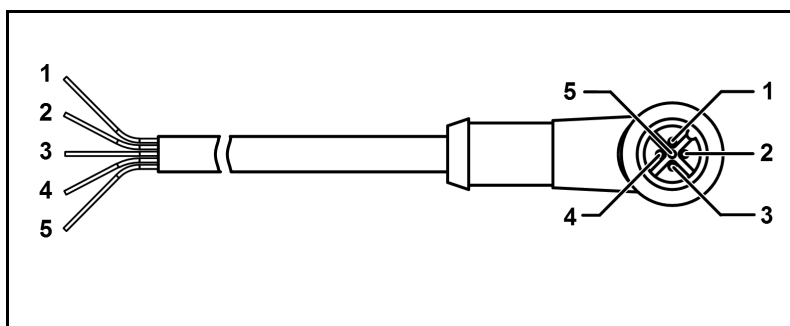

Fig. 5 : Occupation câble RC
- 1. Équiper le câble de contrôle externe (câble RC) avec la fiche adaptée à l'appareil de commande à utiliser. Pour l'occupation des fiches voir chapitre 4.6 Tab. 12 et Fig. 5.